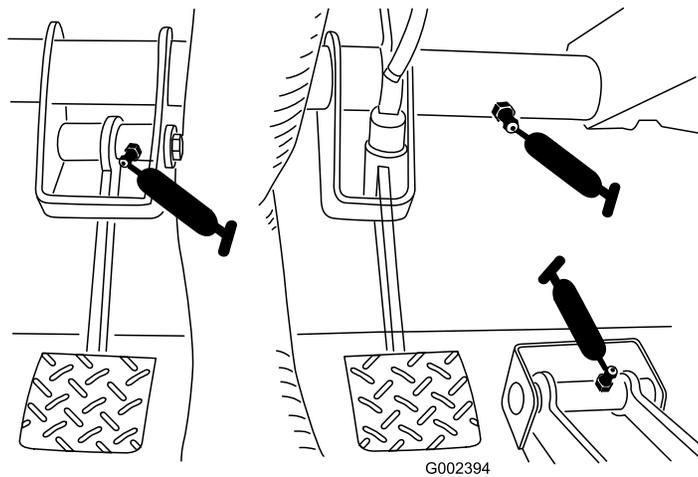

Рисунок 42
- Педали сцепления (1 шт.), акселератора (1 шт.) и тормоза (1 шт.), как показано на Рисунок 42.